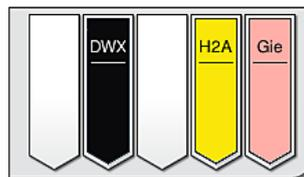

Fig. 87
- Após um rack ter passado pelo processo de coloração, ele é transportado para a gaveta de descarga (→ "Fig. 19-4") e colocado em uma posição disponível (→ "Fig. 87"). O usuário é informado sobre isto através de uma mensagem de informações e um aviso sonoro.